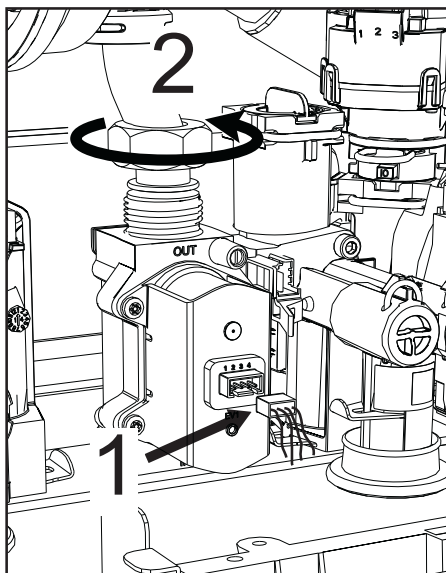

fig. 43
- Desconecte los conectores eléctricos "1" (fig. 43).
- Desconecte el tubo de entrada de gas "2" (fig. 43)